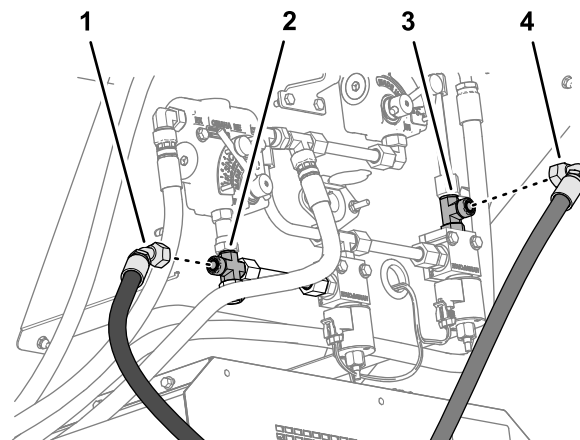
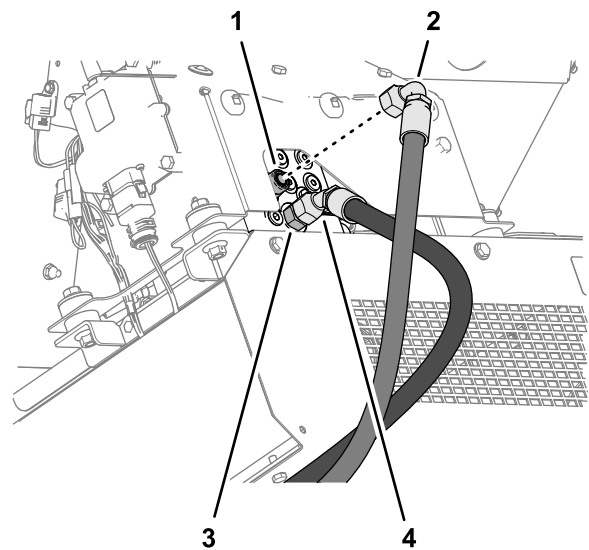

Bild 19
Bild 21
2. Das 90°-Anschlussstück des Hydraulikrücklaufschlauchs (der Schlauch mit einem Pfeilaufkleber) lose mit dem T-Anschlussstück verbinden (Bild 19).
3. Das 45°-Anschlussstück des Hydraulikdruckschlauchs lose mit dem Kreuzanschlussstück verbinden (Bild 19).
- Das 45°-Anschlussstück des Hydraulikdruckschlauchs lose mit dem Anschlussstutzen an Anschluss-P verbinden (**Bild 21**).
- Das 90°-Anschlussstück des Hydraulikrücklaufschlauchs (der Schlauch mit einem Pfeilaufkleber) lose mit Anschluss-T des Hydraulikverteilers verbinden (**Bild 21**).
- Ziehen Sie das 90°-Anschlussstück des Hydraulikrücklaufschlauchs und das 45°-Anschlussstück des Hydraulikdruckschlauchs an; siehe **Bild 19** oder **Bild 21**.